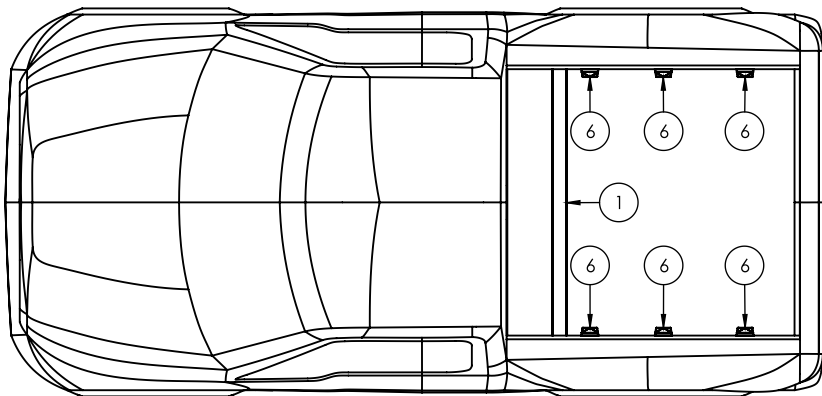

FIGURA 1
- 4.- Coloque el anclaje **N°1** como indica la **Figura 1** y fije los tornillos y arandelas (**Pieza 2 y 4**) con las tuercas autofrenante (**Pieza 3**) hasta lograr un apriete efectivo.